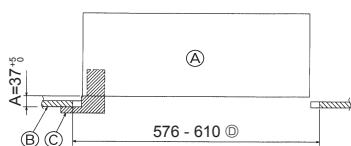
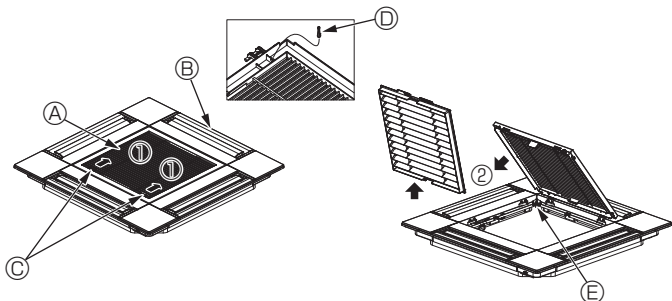
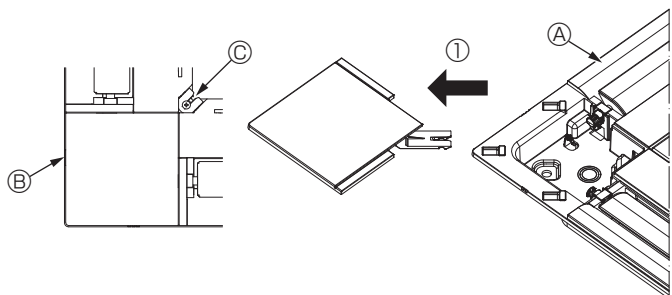

Fig. 5-2
Fig. 5-3
Fig. 5-4
②	Schraube mit unverlierbarer Unterlegscheibe	4	M5 × 0,8 × 28 (mm)
③	Lehre	1
④	Verbindungskabel für Signalempfänger	1	Bei Ausrüstung mit Signalempfänger im Lieferumfang enthalten.
⑤	Verbindungskabel für den i-See-Sensor	1	Bei Ausrüstung mit i-See-Sensor im Lieferumfang enthalten.
⑥	Kabelbinder	2	Bei Ausrüstung mit Signalempfänger im Lieferumfang enthalten.
⑦	Kabelbinder	2	Bei Ausrüstung mit i-See-Sensor im Lieferumfang enthalten.
⑧	Kabellose Fernbedienung	1	Im Lieferumfang enthalten, wenn die drahtlose Fernbedienung vorhanden ist.
⑨	Fernbedienungshalter	1	Im Lieferumfang enthalten, wenn die drahtlose Fernbedienung vorhanden ist.
⑩	LR6-AA-Batterien	2	Im Lieferumfang enthalten, wenn die drahtlose Fernbedienung vorhanden ist.
⑪	3,5 × 16 Gewindeschneidschrauben	2	Im Lieferumfang enthalten, wenn die drahtlose Fernbedienung vorhanden ist.
5.2. Vorbereitung zum Anbringen des Gitters (Fig. 5-2)
- ① Hauptgerät
- ② Decke
- ③ Lehre (Zubehör)
- ④ Abmessungen Deckenausschnitt
5.2.1. Entfernen des Ansauggitters (Fig. 5-3)
- Zum Öffnen des Ansauggitters die Hebel in die mit dem Pfeil ① gekennzeichnete Richtung schieben.
- Das Scharnier des Ansauggitters bei geöffnetem Ansauggitter (Position "open") vom Gitter in Pfeilrichtung ② abnehmen.
- ① Ansauggitter
- ② Gitter
- ③ Hebel des Ansauggitters
- ④ Gitterhaken
- ⑤ Öffnung für den Gitterhaken
5.2.2. Entfernen der Eckplatte (Fig. 5-4)
- Die Schraube von der Ecke der Eckplatte entfernen. Die Eckplatte in Pfeilrichtung ① schieben und abnehmen.
- ① Gitter
- ② Eckplatte
- ③ Schraube